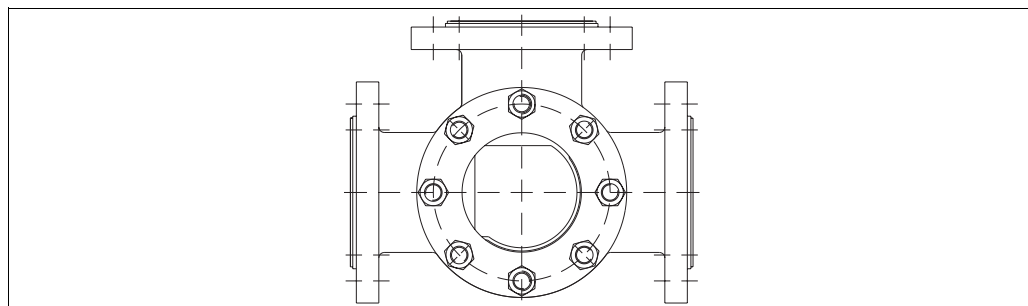

図 22: 一体型サイトグラス付きフローアセンブリー
- サイトグラス付きフローアセンブリー。PFA ライニング、導電性 (図 22 を参照)